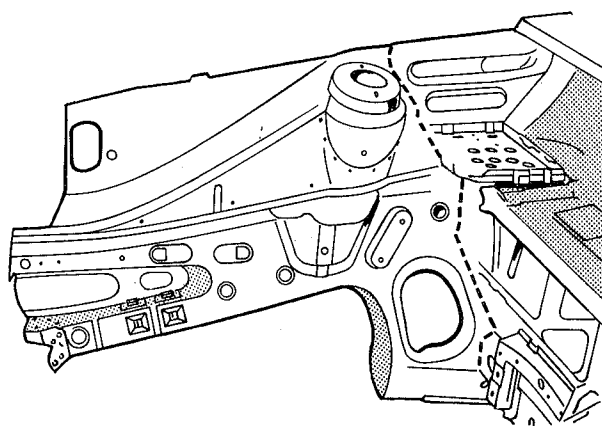

fig. 90
4. Cortar o conjunto saia do pára-lama/longarina dianteira ao longo da linha assinalada (fig. 90), puncionando ou perfurando os pontos de solda à travessa e painel lateral do curvão